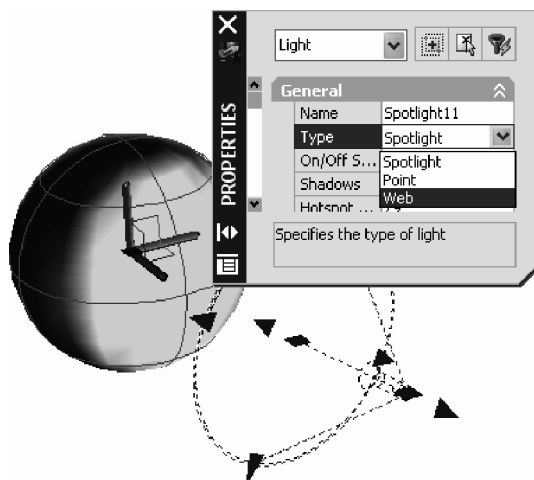

Fig. 8.26 Tipul sursei
4. În secțiunea **General** a ferestrei **Properties**, din linia **Type**, se alege **Web** – vezi Fig. 8.26.